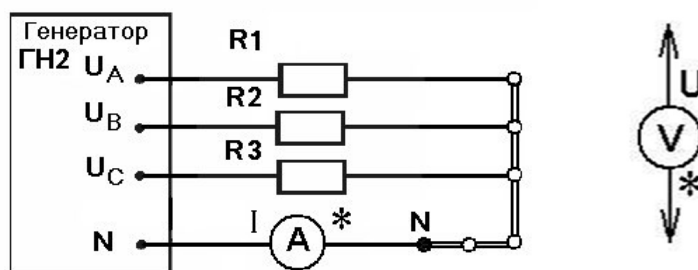

Рис. 1
1.1. В качестве активной симметричной нагрузки для электрической схемы рис.1 использовать следующие элементы стенда СЗ-ЭТ01:
2.1. В качестве активной **несимметричной** нагрузки для электрической схемы рис.1 использовать следующие элементы стенда СЗ-ЭТ01: